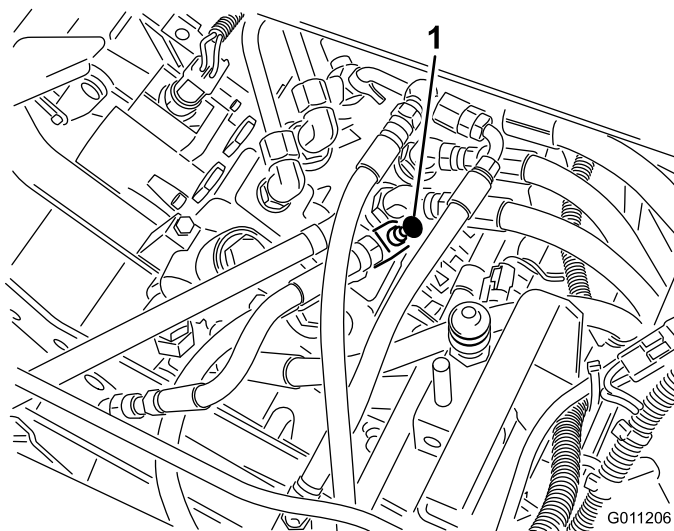

Figura 45
1. Sollevate il sedile e individuate la valvola di regolazione del flusso fissata sulla valvola di comando principale (Figura 45).